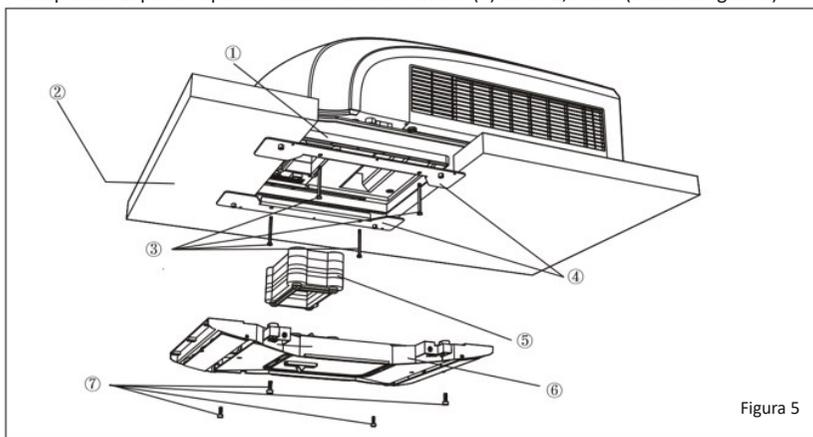

Figura 5
3. Los soportes de montaje deben solaparse con la superficie del techo del vehículo. Apriete los tornillos en cruz y asegúrese de que los orificios de los tornillos coinciden con los orificios del adaptador. El par de apriete máximo de los tornillos (4) es de 1,8 Nm. (Véase la figura 5)
6. Instale el conjunto de espuma en el conjunto del conducto de aire. Utilice 4 tornillos para fijar el conjunto del conducto de aire en la placa de montaje. Después de conectar la unidad exterior con la unidad interior, compruebe si el conjunto de espuma se ha soltado (Véase la figura 5).